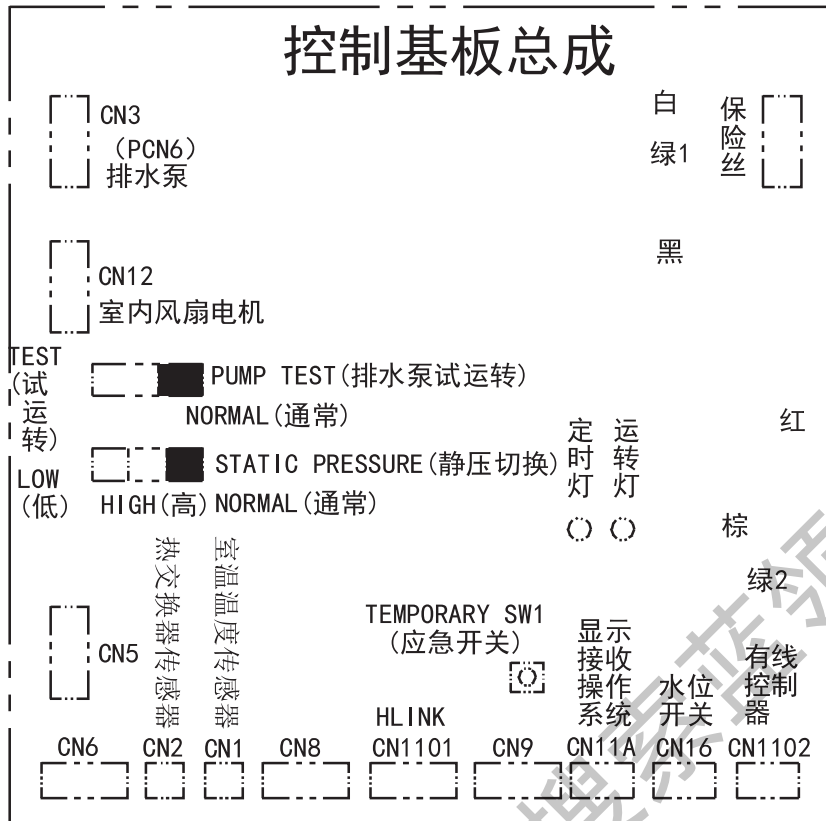

图10
- (2) 准备外径为32mm的聚氯乙烯管。
- (3) 用粘合剂和工厂提供的管箍③固定聚氯乙烯管到排水管⑦上，聚氯乙烯排水管向下倾斜度为 1/25~1/100。
- (4) 接好排水管后需裹保温材料⑧。
(5) 在接好电线和排水管后，按下面步骤检查确认水流通畅。
- 将控制基板上排水泵拨到“试运转”档。(图10)